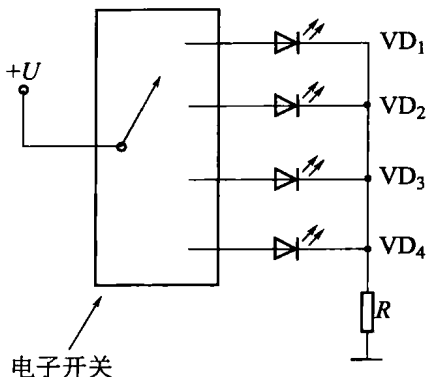

图 1-7 发光二极管的扫描驱动
② 扫描驱动 需要点亮多个发光二极管时,可以采用扫描驱动的方式,以简化电路和节约电能。如图 1-7 所示,电子开关将电源电压依次快速轮流接入 4 个发光二极管,只要轮流的速度足够快,看起来这 4 个发光二极管都一直在亮着。